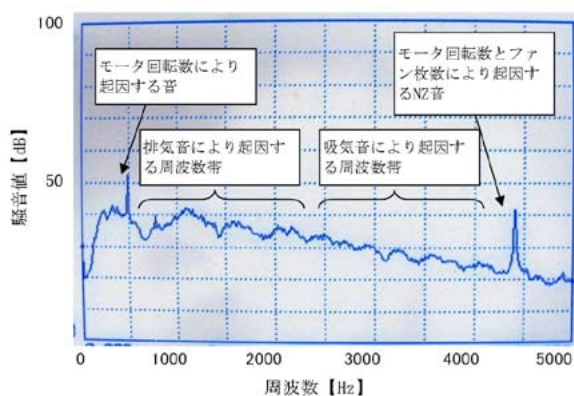

図2 掃除機騒音周波数分析
掃除機の騒音の原因は、吸込口先端より空気が吸引されることにより生じる「①吸気音」、空気を吸引するモータのファン回転音である「②モータ音」、また吸引モータから排気され掃除機本体から外部へ放出される「③排気音」の3つの合成音として構成されている。今回それぞれの構成音別に騒音低減構造を開発し運転音低減を図った。まず上述の3つの構成音についての周波数帯を分析した。(図2)